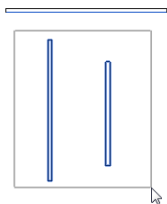

图 2-75 选择延伸图元
(2) 单击以选择要修剪或延伸的每个图元, 或框选所有要修剪 / 延伸的图元, 如图 2-75 所示。